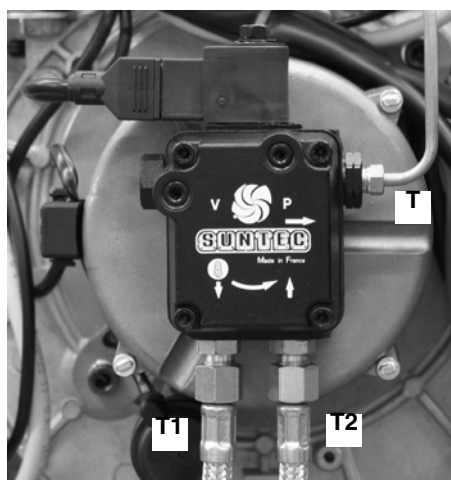

Fig. 41
- Aflojar el tubo **T** de alimentación del gasóleo en la bomba (Fig. 41).